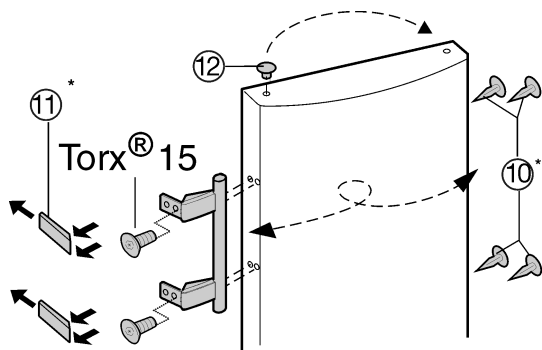

Fig. 8
- ▶ Vip proppen Fig. 8 (12) ud af dørlejbøsningen og flyt den.
- ▶ Afmonter dørhåndtag, prop Fig. 8 (10) og trykplader Fig. 8 (11) og flyt dem til den modsatte side.